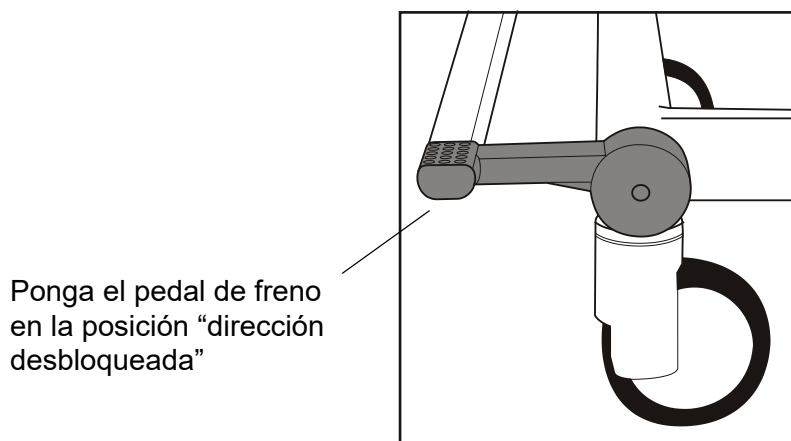

Fig. 6 - Posición de "dirección desbloqueada"
2. Compruebe que los frenos estén desbloqueados y el pedal de freno en la posición “dirección desbloqueada”. **(Véase la Fig. 6)**